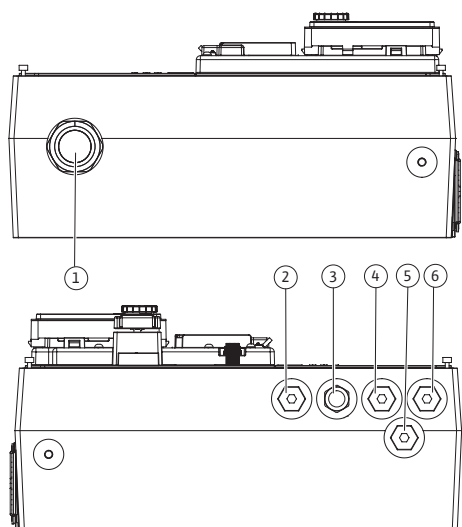

Fig. 24: Kaapelin holkkitiivisteet / kaapeliläpiviennit (11 kW...22 kW)
Elektroniikkamoduulissa (Fig. 24) on yhdellä sivulla viisi kaapeliläpiviennin liitännät. Toisella sivulla on kaapeliläpiviennin virtalähdettä varten. Elektroniikkamoduulin sähkökäyttöisen tuulettimen virtalähde on sisäpuolella, ja se on asennettu tehtaalla.
Vie liitäntäkaapeli holkkitiivisteeseen M40 läpi (Fig. 24, pos. 4, 11 kW...22 kW).